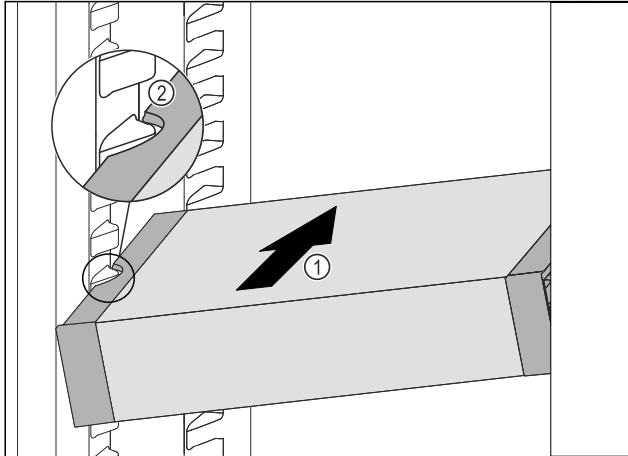

Fig. 93
- ▶ Introduzca el VarioSafe en posición oblicua en el compartimiento del frigorífico Fig. 93 (1) hasta que los huecos laterales Fig. 93 (2) del VarioSafe se encuentren a la altura de la nervadura del recipiente en el compartimento frigorífico.